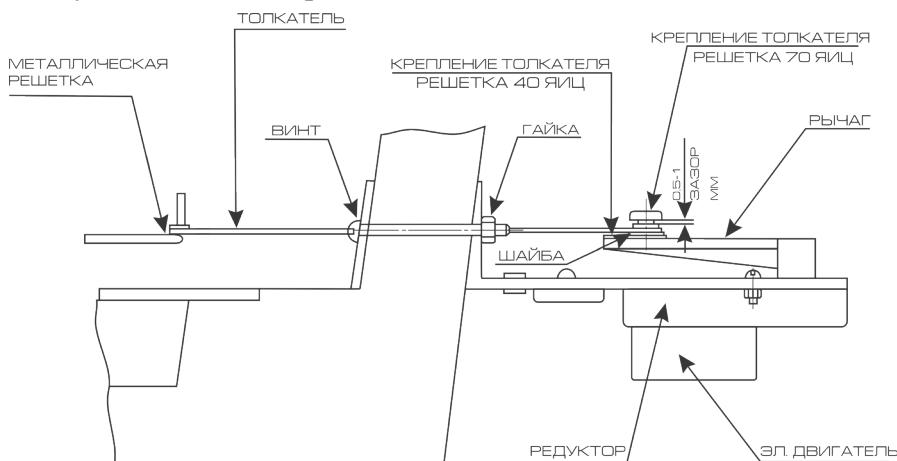

Рис. 2
6.1. Закрепите поворотное устройство на стенке корпуса инкубатора с помощью двух винтов и гаек , руководствуясь Рис. 2. Подсоедините толкателем к рычагу с помощью винта с шайбой, не затягивая его тугу. Толкатель должен свободно вращаться вокруг винта. На рычаге ближнее к валу редуктора отверстие используется при закладке куриных яиц, дальнее - при закладке гусиных и утиных яиц.